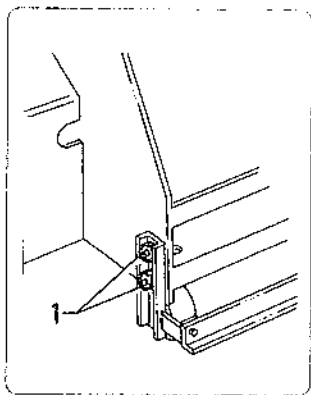

fig. 5.2.1
5.2.1 - Réglage du rouleau fig. 5.2.1
5.2.1 - Einstellung der Walze Abb. 5.2.1